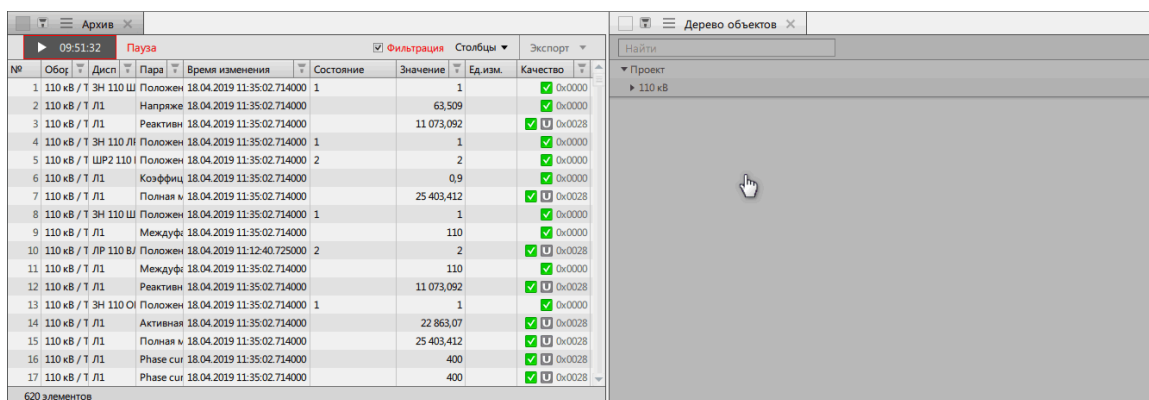

Рисунок 16 - Связывание окон
3. Выберите окно, с которым требуется выполнить связывание, и нажмите в любом его месте (Рисунок 16).